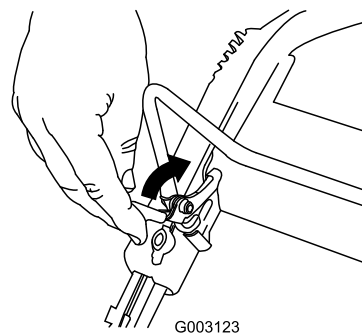

Figure 18
Pour arrêter le moteur, appuyez sur le bouton d'arrêt du moteur (Figure 18) jusqu'à l'arrêt du moteur.
1. Tirez le verrou de la barre de commande en arrière (Figure 18).